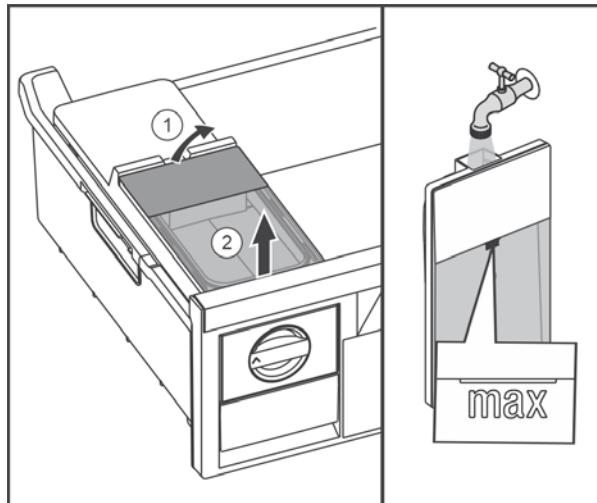

Fig. 38
- ▶ Поднять бак для воды сзади Fig. 38 (1) и извлечь движением верх Fig. 38 (2).